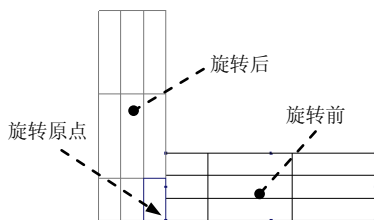

图 6.3.8 表格旋转结果
Step3. 在功能选项卡区域的 **表** 选项卡中选择 **表** 下拉菜单中的 **旋转** 命令，表格绕原点逆时针旋转  $90^\circ$ ，旋转结果如图 6.3.8 所示。